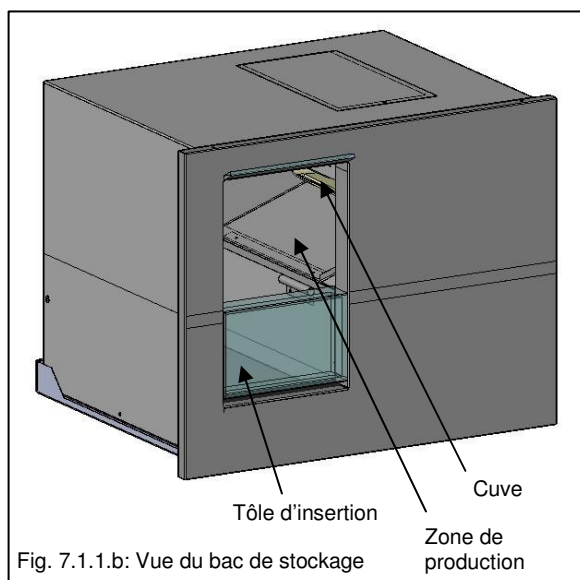

Fig. 7.1.1.b: Vue du bac de stockage
4. Desserrez l'écrou moleté au bandeau intérieur vertical (voir Fig. 7.1.1.a) et enlevez le bandeau de la réserve.
7. Imbibez une éponge ou un chiffon propre avec suffisamment de nettoyant spécial et nettoyez le bac positionné à la verticale et la zone de production (voir Fig. 7.1.1.b) depuis le bas en passant. Répétez ce nettoyage plusieurs fois. À chaque fois, imbibez à nouveau l'éponge ou le chiffon avec le nettoyant spécial. Laissez agir le nettoyant spécial appliqué pendant quelques minutes.